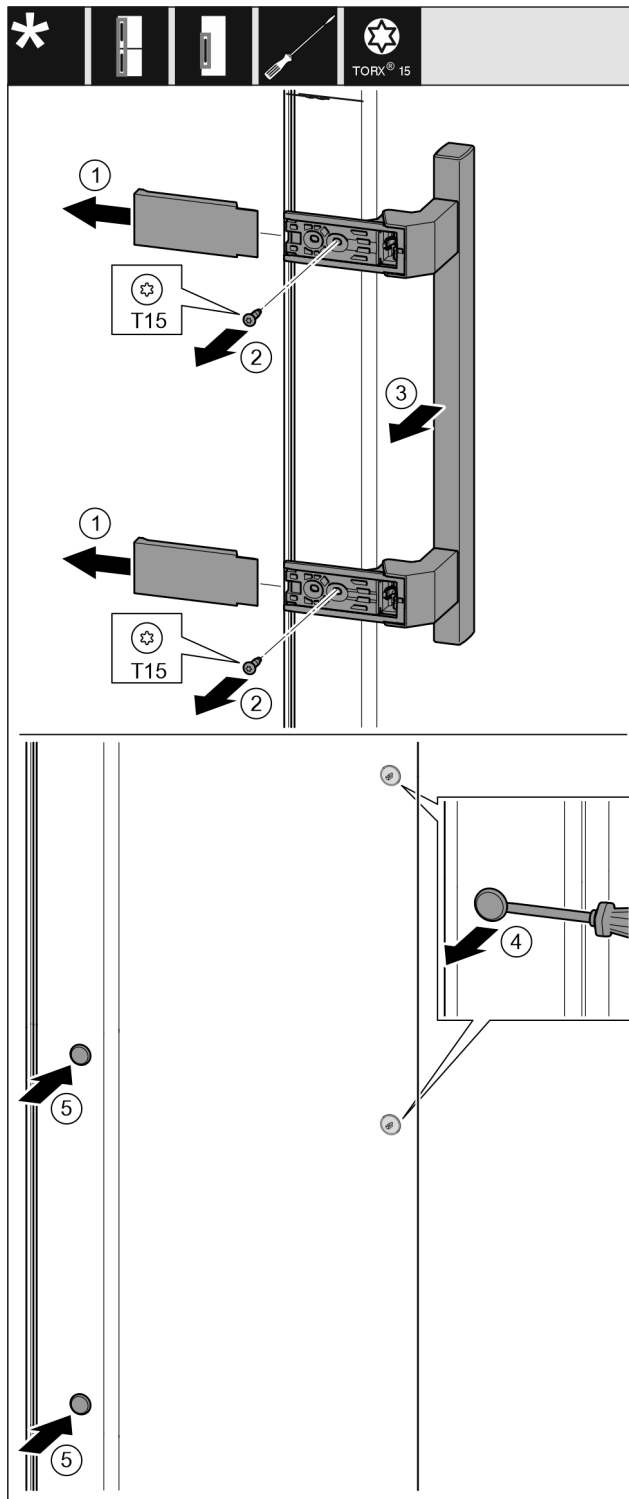

Fig. 20
- ▶ Αφαιρέστε το κάλυμμα. Fig. 20 (1)
- ▶ Ξεβιδώστε τις βίδες με κατσαβίδι T15. Fig. 20 (2)
- ▶ Αφαιρέστε τη λαβή. Fig. 20 (3)
- ▶ Ανασηκώστε προσεκτικά και τραβήξτε έξω την πλαϊνή τάπα με ένα ίσιο κατσαβίδι. Fig. 20 (4)
- ▶ Τοποθετήστε ξανά την τάπα στην άλλη πλευρά. Fig. 20 (5)